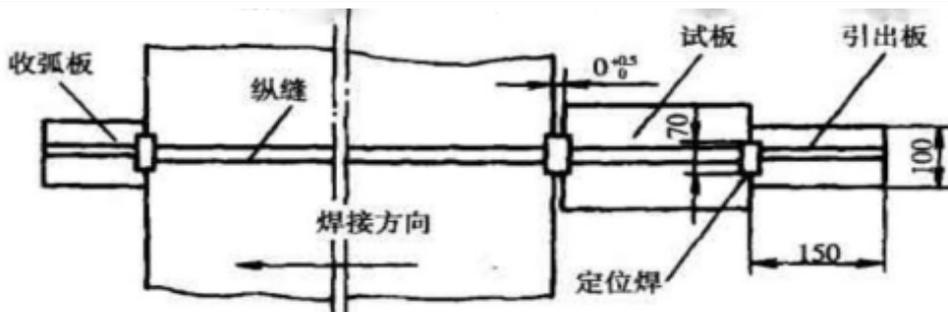

图 2：装配形式
2) 在焊剂垫上进行定位焊，与此同时，在筒体纵缝两端装配产品焊接试板、引弧板和引出板（如图 2）。引弧板与引出板的尺寸均为  $150\text{mm} \times 100\text{mm} \times 30\text{mm}$ ，坡口均与接头坡口相同。